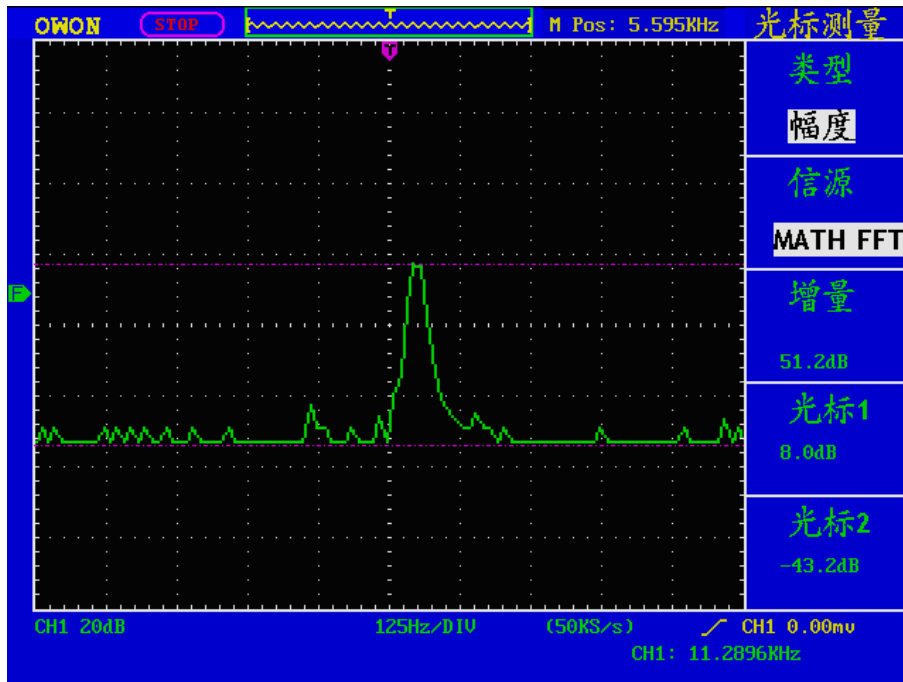

图5-49: 幅度光标测量波形
- 3、根据被测波形调整**光标1**、**光标2**的位置,增量窗口显示光标1和光标2电压幅度差值的绝对值。光标1窗口显示光标1当前的位置,光标2窗口显示光标2当前的位置。见图5-49: